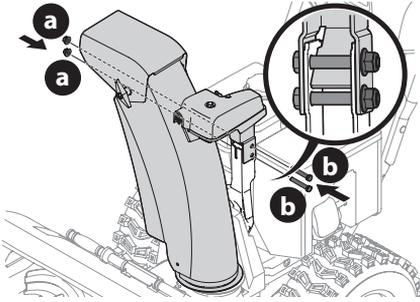

Figure 28
3. Retenez la tête de commande au support de la goulotte avec les écrous autobloquants (a) et les boulons (b) retirés à l'étape 1. Voir Figure 28.